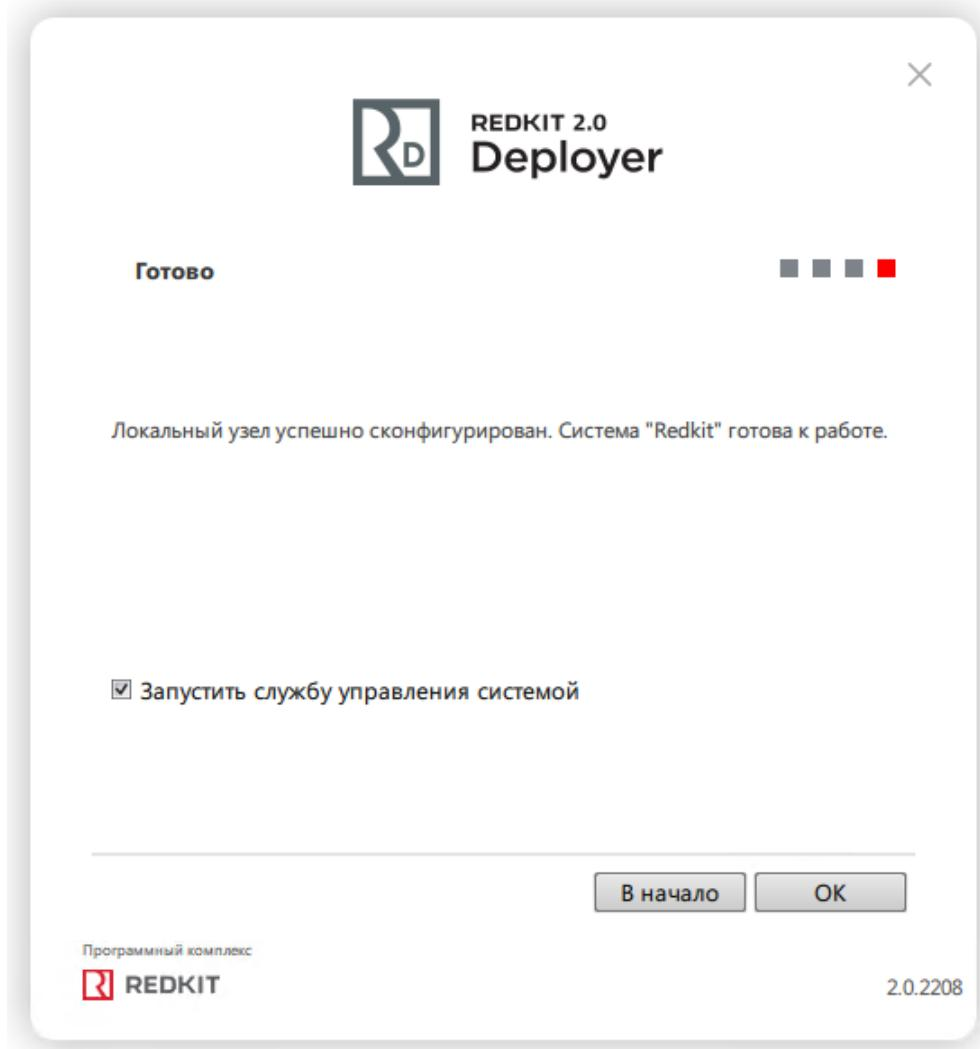

Рисунок 36 - Завершение конфигурирования
8. Отметьте чекбокс у команды **Запустить службу управления системой** и нажмите **OK** (Рисунок 36).